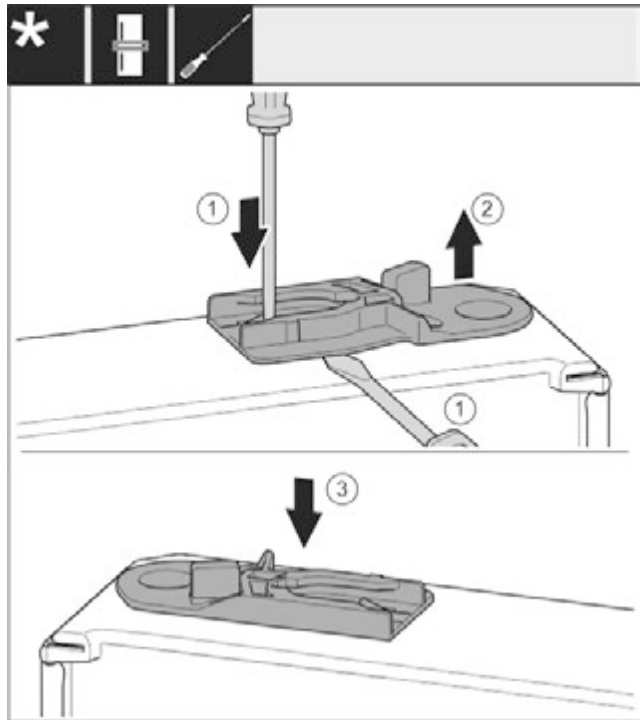

Fig. 29
- ▶ Витягніть направляюче гніздо: Натисніть шліцевою викруткою накладку і одночасно підведіть її під направляюче гніздо. *Fig. 29 (1, 2)*
- ▶ Направляюче гніздо, що входить до складу поставки, вставити з іншого боку корпуса. *Fig. 29 (3)*